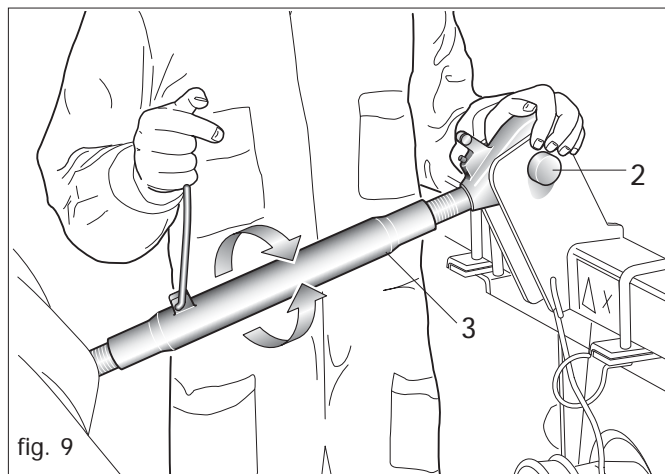
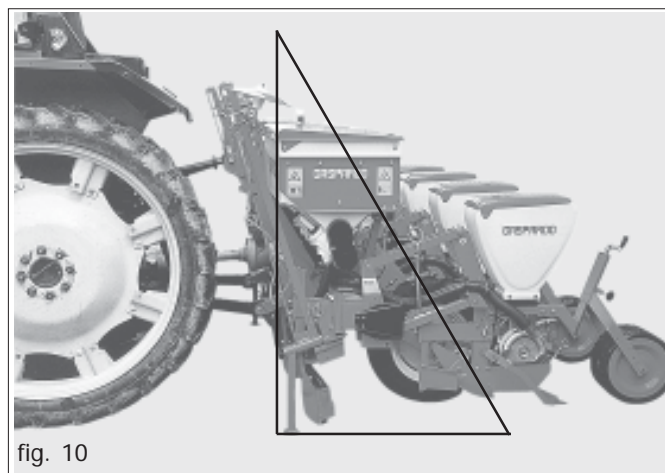

fig. 9
fig. 10
- 4) Collegare il terzo punto superiore (2 Fig. 9); la spina va bloccata con l'apposita copiglia; mediante il tirante di regolazione (3 Fig. 9) fare in modo che la seminatrice sia perpendicolare al terreno (Fig. 10).